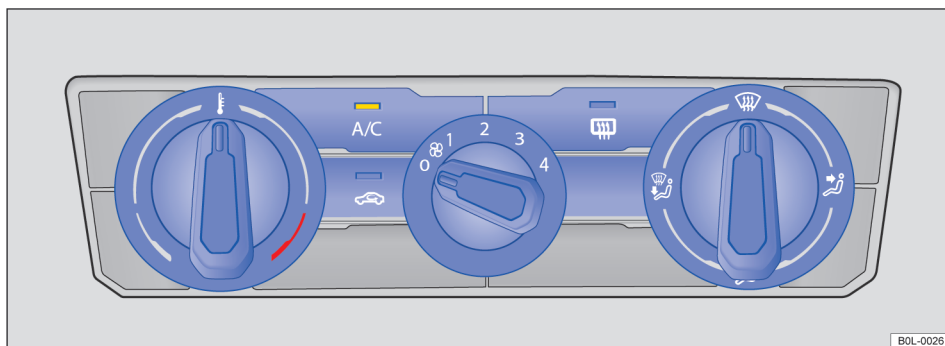

图 73 中控台上部：半自动空调系统操作机构
- **半自动空调**：将鼓风机调节旋钮逆时针旋到档位 0 → 图 73。
- **半自动空调**：转动左侧温度调节器 → 图 73。
- 半自动空调：转动中间旋转调节器→图 73。
- 半自动空调：将右侧气流分配调节器转动到位置  →图 73。